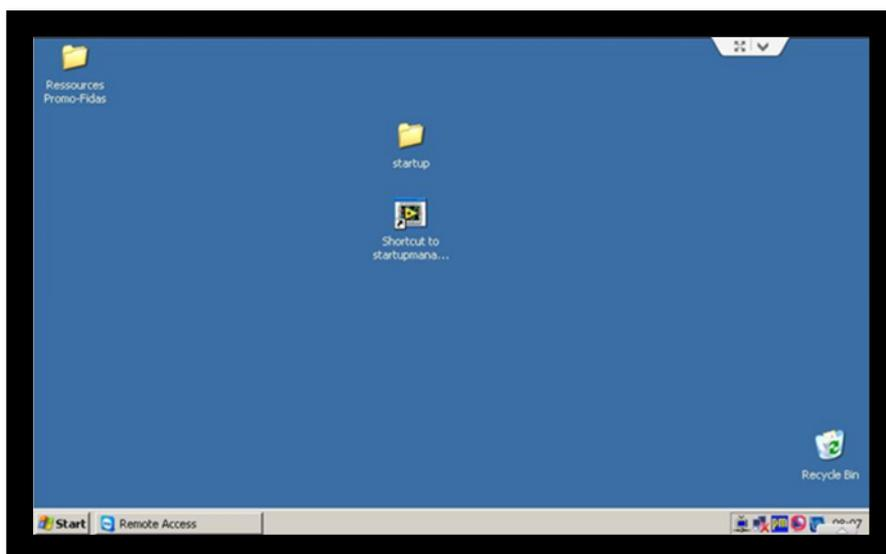

Abbildung 20: Windows Desktop
- Auf dem Windows Desktop sehen Sie ein Symbol und einen Ordner. Mit dem Symbol "Shortcut to startupmanager" können Sie die APDA-372 Benutzeroberfläche neu starten. Bitte klicken Sie den "startup" Ordner an (siehe Abbildung 20)